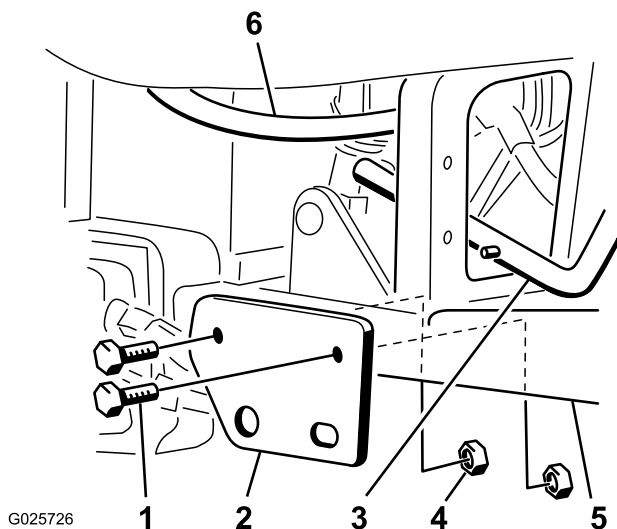

Figure 2
5. Fixez le support de montage du levier de relevage de scarificateur sur les tubes de repose-pied droit avec 2 boulons (1/2 x 3-1/4 po) et des contre-écrous minces (1/2 po), comme montré à la Figure 2.
Remarque: Il doit exister un espace minimum de 3,15 mm entre la conduite hydraulique et la poignée de relevage. Positionnez la conduite hydraulique avec précaution, au besoin (Figure 2).